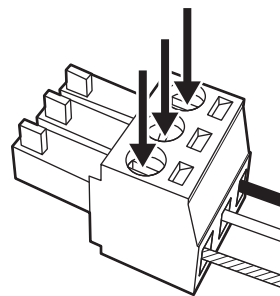

Abb. 2
- 2) Ziehen Sie die Schrauben von Stecker für 3-polige lösbare 3,5 mm-Klemmleiste sicher mit einem Schraubenzieher fest und reparieren Sie die Anschlussleitungen. (Abb. 2)**